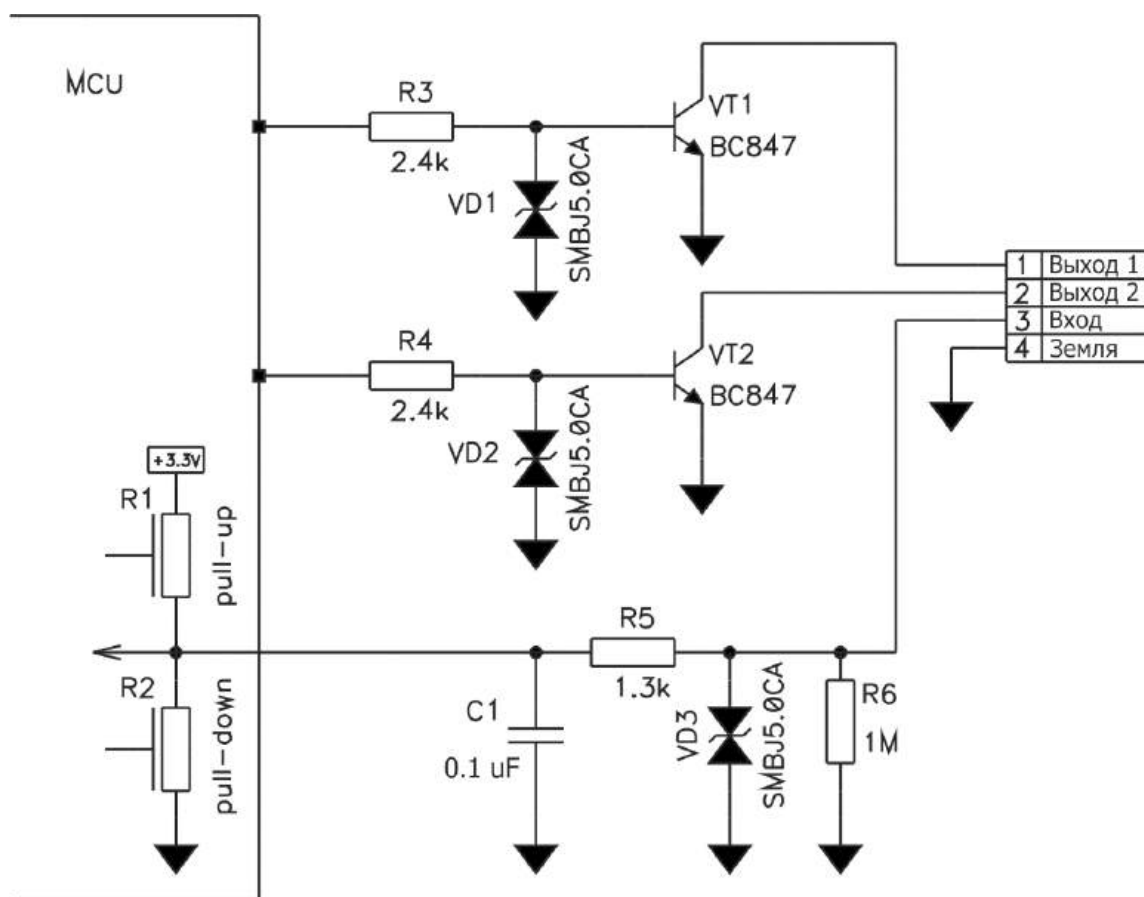

Рисунок 2 — Схема I/O электрическая принципиальная
1.3.3 Для того чтобы правильно определять замыкание/размыкание контактов КН1 необходимо задействовать верхний подтягивающий резистор R1 рисунок 2.